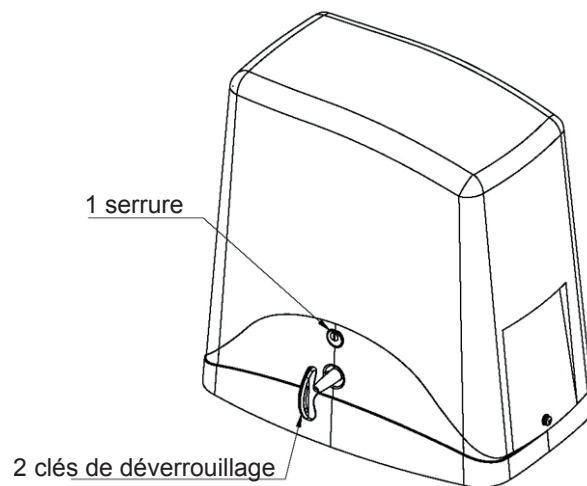

Fig. 3
Insérer la clé fournie en dotation dans la serrure (1) et la tourner de 90° dans le sens contraire des aiguilles d'une montre (fig.3).
Insérer la clé de déblocage (2) et la tourner dans le sens des aiguilles d'une montre jusqu'au complet déblocage du pignon (fig.3).
Pour bien installer la crémaillère, débloquer le motoréducteur comme indiqué (fig.3) et ouvrir complètement la porte.